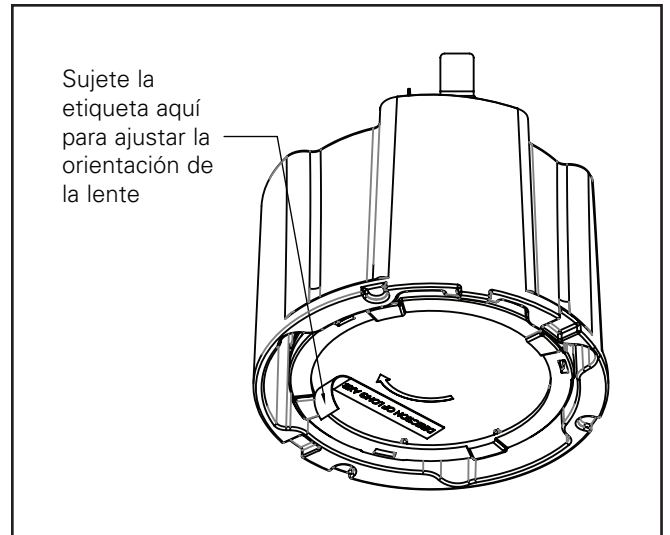

Figura 9
8. Para ajustar la orientación de la lente asimétrica, sujete la lengüeta de la etiqueta y gírela hasta la posición deseada (Figura 9).